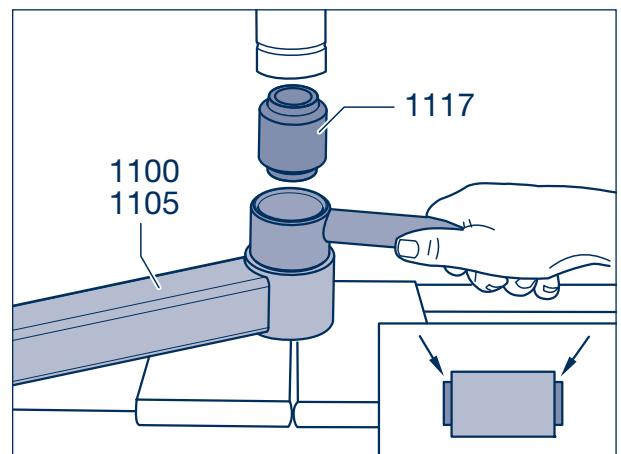

Bild 12
- [21] Buchse (1117) mit passendem Druckstück so weit eindrücken, das nach dem Eindrücken auf beiden Seiten ein gleicher Überstand vorhanden ist (Bild 12/Pfeile).
Es muss auf beiden Seiten ein gleicher Überstand vorhanden sein (Bild 12/ Pfeile).